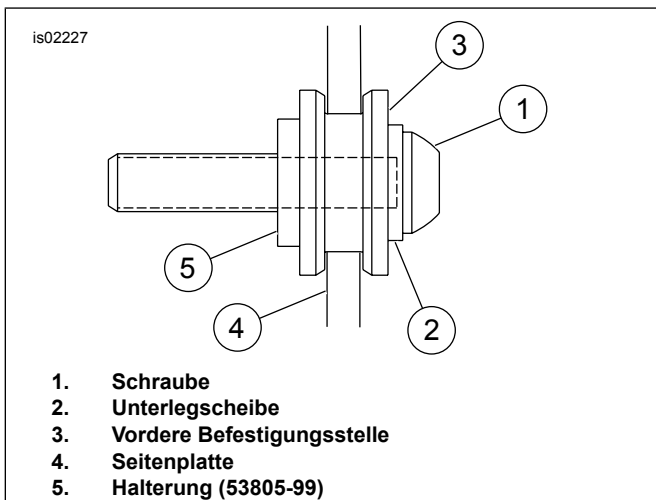

Abbildung 3. Seitenplatte und vordere Befestigungsstelle, vollständig eingerastet
2. Siehe Abbildung 3. Hinter dem Motorrad stehend, die vorderen Rückenlehnaussparungen auf die vorderen Befestigungsstellen aufsetzen. Sicherstellen, dass die vorderen Befestigungsstellen vollständig in den Aussparungen eingreifen.
Die vorderen und hinteren Befestigungsstellen müssen vollständig eingerastet sein. Für korrekten Eingriff siehe Abbildung 3 bis 6. Wenn die Befestigungsstellen nicht vollständig eingerastet sind, kann das Teil verrutschen oder während der Fahrt locker werden.